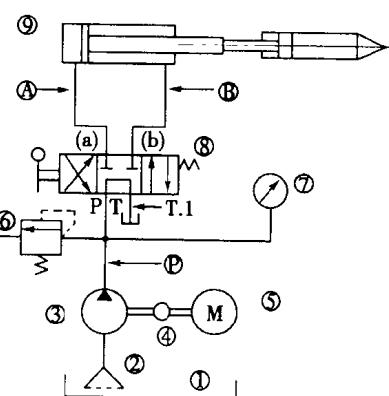

图 1-2 塑料挤出机例
即动力部分。我们以塑料挤出机(图 1-2)为例加以说明。它由电机⑤和液压泵③组成，它将原动机(电机)输出的机械(电)能转换成油液的压力能，向液压系统提供压力油。
包括液压缸和液压马达等，它的作用是将油液的压力能转换成机械能，带动负载作功并输出某种运动。图 1-2 中的油缸⑨通过压力油将塑料熔融料从喷嘴挤出，输出往复直线运动。
包括各种阀类，用以控制液压系统的压力、流量(速度)和液流方向，以保证执行机构以一定的力(或扭矩)克服负载力(或扭矩)，并按要求的速度完成预期的工作运动。如图 1-2 中的⑥、⑧便是控制元件。
包括油管、管接头、油箱、滤油器、蓄能器和压力表以及密封等。起连接、储油、过滤、储存压力能和测量油压，起到密封作用等。如图 1-2 中的油箱①、滤油器②、压力表⑦以及管路 T₁、T₂、⑩、⑪、⑫等。